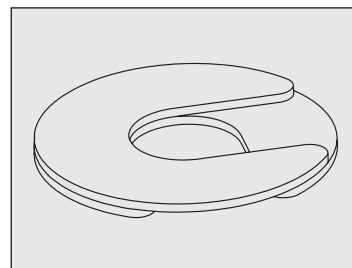

Рис. 10. Монтируйте несколько прокладок со смещением отверстий.
- Если используется более одной прокладки, убедитесь в том, что прорезы в прокладках смещены относительно друг друга. См. рис. 10.
- **ЗАПРЕЩЕНО** использовать более четырех (4) прокладок для одного колесика.